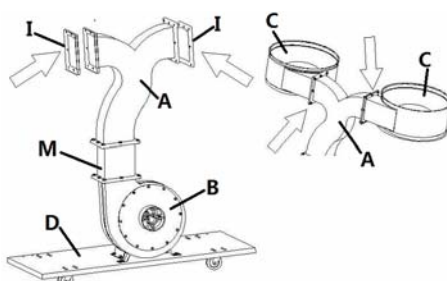

Рис. 7
- Далі встановіть два каркаси (С), дві гумові прокладки (I) на вихідний отвір, як показано на Рис. 7.